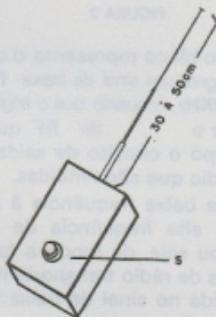

FIGURA 6
e) Outros componentes: a caixa usada para a montagem pode ser de plástico ou metal um pouco maior que um maço de cigarros, e como antena pode-se usar um pedaço de fio de pelo menos 30 cm. Uma antena telescópica de rádio portátil também serve podendo ser adquirida em qualquer casa de material eletrônico ( figura 6).